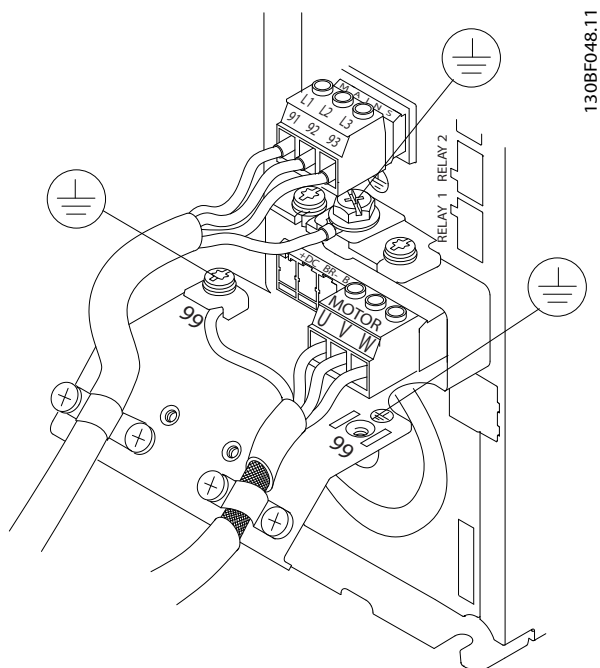

Рисунок 4.5 Пример подключения кабелей двигателя, силовых кабелей и заземления
На *Рисунок 4.5* показано подключение сетевого питания, двигателя и заземления для базовых преобразователей частоты. Фактические конфигурации отличаются для разных типов устройств и дополнительного оборудования.
1. Подключите проводку трехфазной сети переменного тока к клеммам L1, L2, и L3 (см. *Рисунок 4.5*).